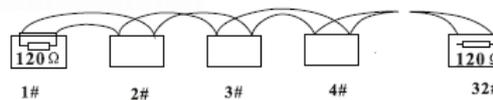
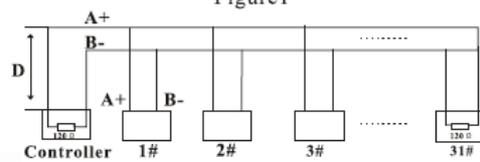

Figure 1
Figure 2
- Die RS485 Standards verlangen eine Reihenschaltung der angeschlossenen Geräte. Die Leitung muss an beiden Enden mit einem 120 Ohm Endwiderstand versehen sein. (siehe Abbildung 1). Abbildung 2 zeigt eine einfache Verbindung. "D" sollte mehr als 7 Meter betragen.